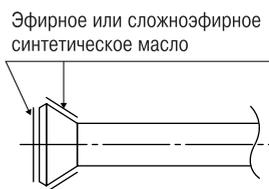

Рис. 22
- При присоединении гайки раструба нанесите сложноэфирное синтетическое масло или любую жидкую смазку на поверхность раструба (как снаружи, так и изнутри) и до завинчивания поверните гайку 3-4 раза вручную. (См. Рис. 22)